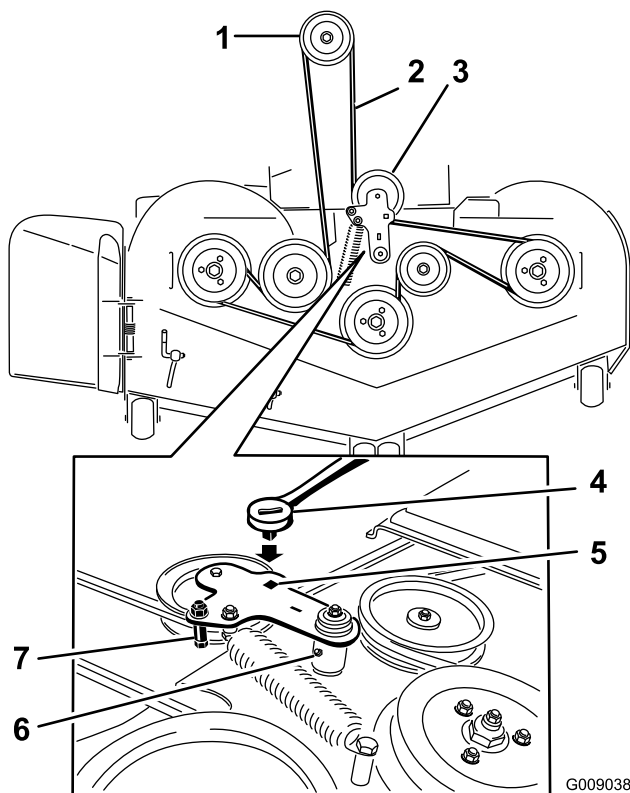

Bild 84
5. Setzen Sie eine Ratsche in das rechteckige Loch im Spannarm ein, um die Spannung an der Spannscheibenfeder zu lösen (Bild 84).
7. Nehmen Sie die Riemenschutzvorrichtung am gefederten Spannarm ab (Bild 84).
9. Verlegen Sie den neuen Riemen um die Mähwerk- und Bremsspannscheiben unter dem Motor (Bild 84).
10. Legen Sie die Riemenführung auf den Spannarm (Bild 84).
11. Setzen Sie die Spannscheibenfeder mit der Ratsche im rechteckigen Loch ein (Bild 84).